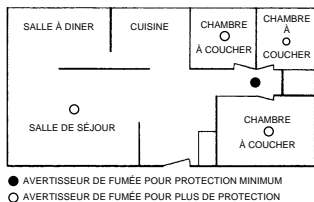
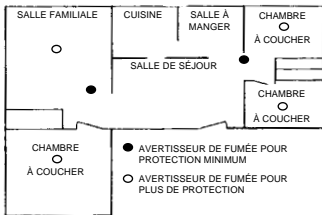

Figure 4
Figure 5
- Placez un avertisseur de fumée dans le hall à l'extérieur de chaque zone de chambres à coucher. *Voir figure 4.* Deux avertisseurs sont requis dans les maisons ayant deux zones de chambres à coucher. *Voir figure 5.*